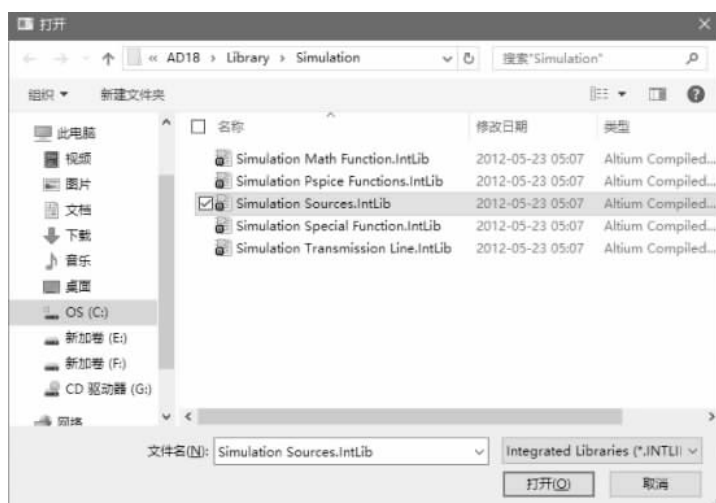
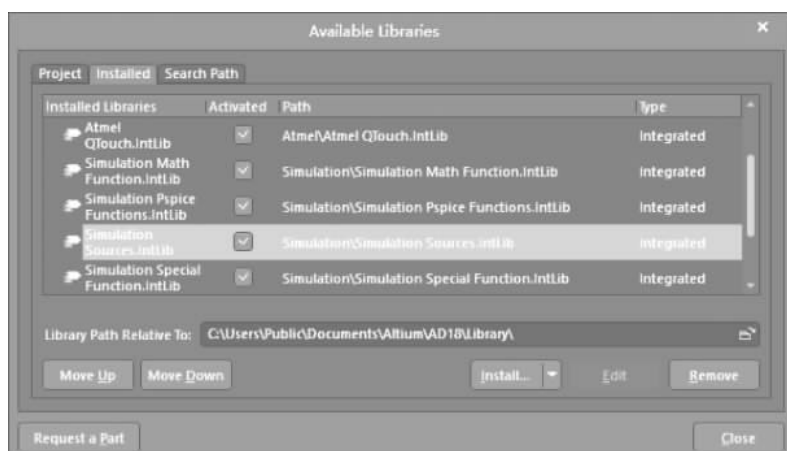

图 3-3 打开需要添加的仿真库
图 3-4 已经添加了需要添加的仿真库
- (4) 如图 3-3 所示,打开所要添加库的对话框。
- ① 将路径指向 C:\users\Public\Documents\Altium\AD18\Library\Simulation。
- ② 选择 Simulation Sources,并单击“打开”按钮。
- (5) 如图 3-4 所示,看到新添加的 Simulation Sources.IntLib 仿真库。
- (6) 单击图 3-4 界面内的 Close 按钮,退出该界面。